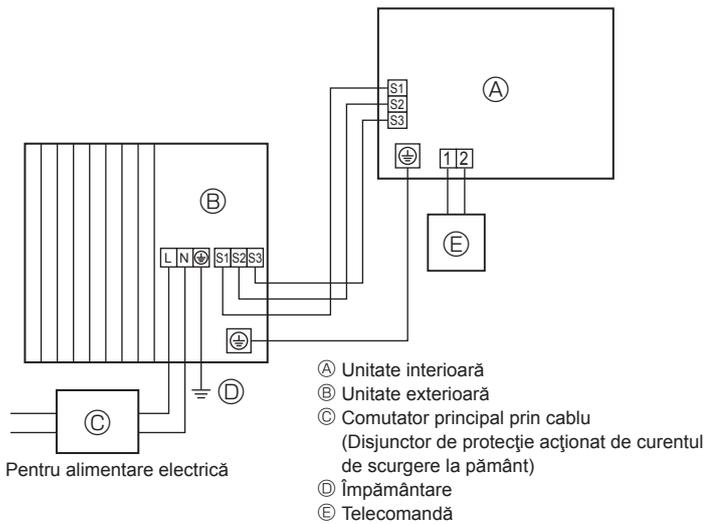
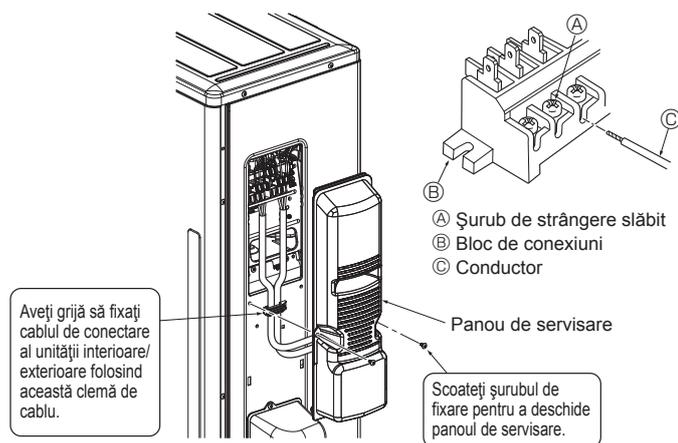
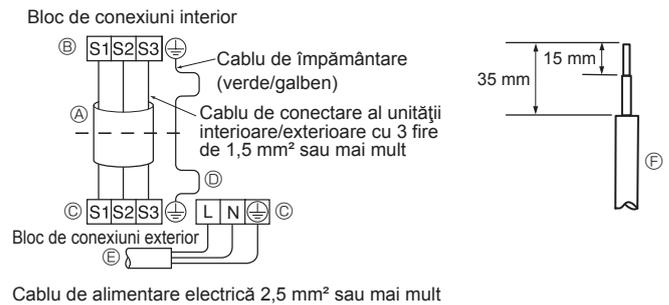

Fig. 6-1
Fig. 6-3
Fig. 6-2
### 6.1. Unitatea exterioară (Fig. 6-1, Fig. 6-2, Fig. 6-3)
- ① Demontați panoul de întreținere.
- ② Conectați cablurile respectând instrucțiunile din Fig. 6-1, Fig. 6-2 și Fig. 6-3.
- Efectuați cablarea conform diagramei din stânga jos. (Achiziționați cablul la nivel local) (Fig. 6-2)